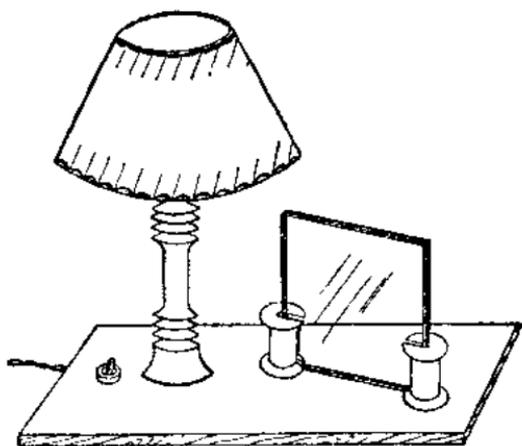

图 5
6. 把两只线团木芯用锯子锯成图4的形状,并把它们钉在木板上作为照相夹,如图5所示。